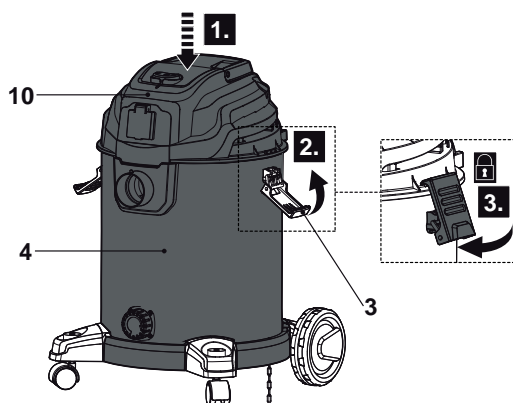

Fig. 11
- > Coloque a unidade do motor (10) com a manga de espuma (22) no depósito (4) e segure-a com os fechos de plástico (3) (Fig. 11). Certifique-se de que a unidade do motor assenta bem no depósito e que a ligação está bem selada.